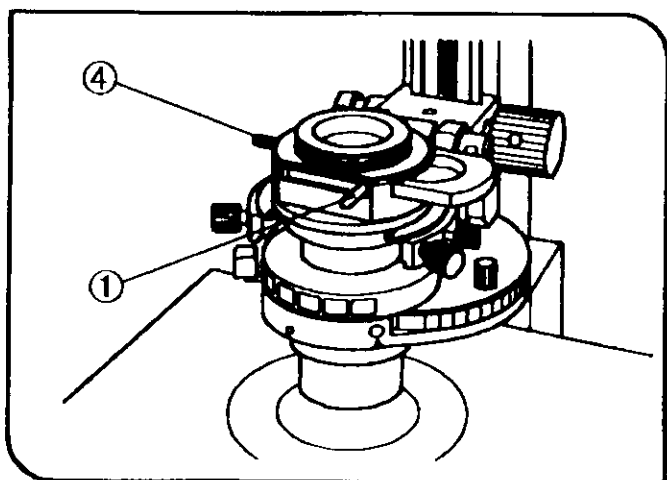

图 65
④ 这种起偏器设计用于在 DIC 观察或简易偏光观察时，安装在万能聚光镜上。
#### (5) 正交尼柯尔调节 (图 65 到 67)
1. 转动聚光镜选择环，选择 BF (明场) 光路 (光路中不插入任何光学元件)。(图 65)
2. 拨动 IX-LWPO 上的起偏器操作杆(1)，将起偏器移进光路。(图 65)
7. 边观察物镜外缘，边水平转动起偏器上的起偏器转动/固定旋钮(4)，直到黑色干涉条纹变到最暗。在这个位置上使用起偏器。(图 65 和 67)